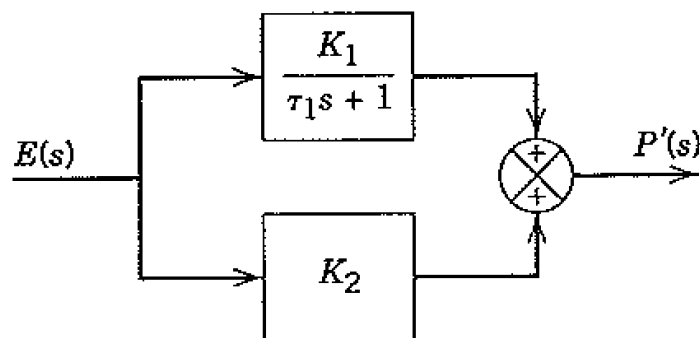

Figura 4: Diagrama de blocos.
- (a) Mostre como obter essa função de transferência a partir de um arranjo em paralelo de duas funções mais simples mostradas na Figura 4.